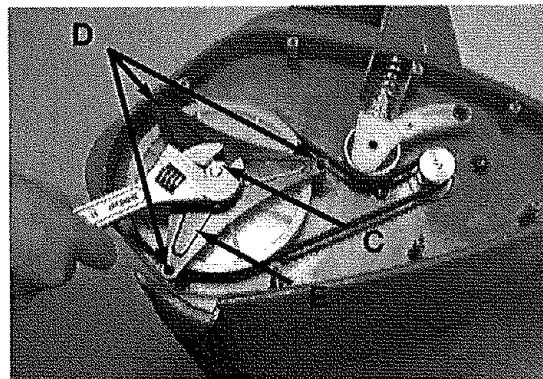

Fig. 8
2. Enlevez l'écrou de verrouillage du panneau (C) et enlevez les 3 vis (D) du capot de la courroie (E) à l'aide d'un tournevis à bout en étoile #T20 ou à bout plat. (Fig. 8)
4. Enroulez la nouvelle courroie autour de la poulie entraînée et de la poulie d'entraînement (Fig. 8). Tirez sur le tensionneur de courroie (bras inerte) pour l'éloigner de la poulie d'entraînement et installer la courroie autour de la poulie d'entraînement, tenez la nouvelle courroie autour de la poulie entraînée et de la poulie d'entraînement (Fig. 8). Tirez sur le tensionneur de courroie (bras inerte) pour l'éloigner de la poulie d'entraînement et installer la courroie autour de la poulie d'entraînement.